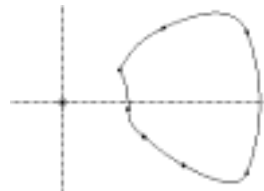

图 3-101 修剪
(10) 单击工具栏中“修剪”按钮,将刚绘制的样条曲线所组成的环形区域以外的尺寸修剪,效果如图 3-101 所示。